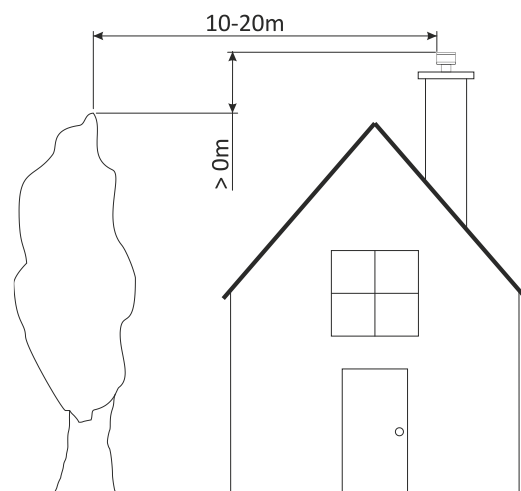

Afbeelding 10
- De bovenkant van de schoorsteen moet minstens één meter boven het hoogste deel (de nok) van het dak uitsteken. Deze eis geldt niet voor hellende daken met hoeken van  $20^\circ$  of meer, als het uiteinde van de schoorsteen zich op een horizontale afstand tot het dak bevindt van meer dan 2,5 meter, zoals in *Afbeelding 10*.